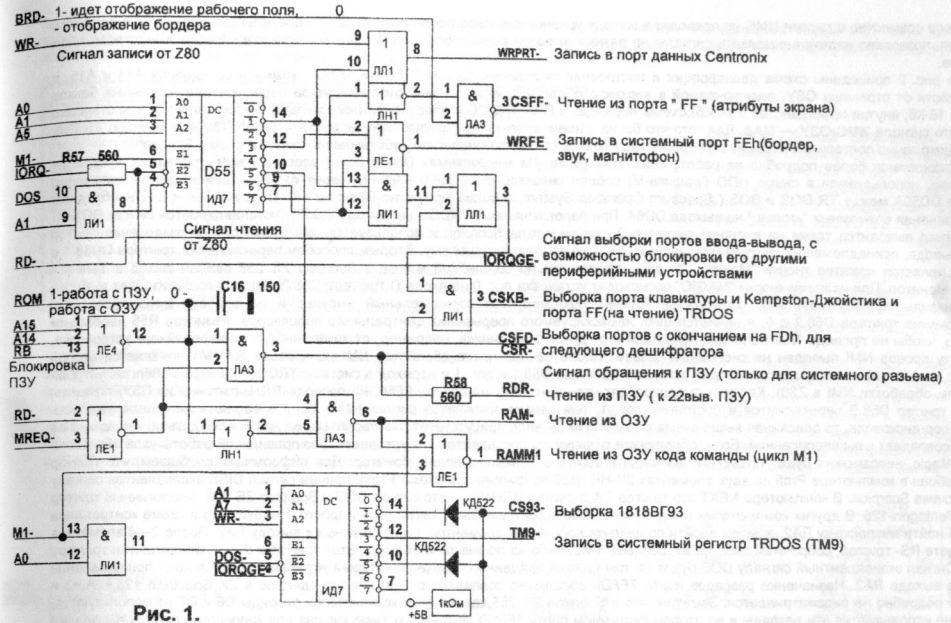

Рис. 1.
3. Порт 0FFh(255)— порт текущих атрибутов экрана. Выборка порта происходит при M1-, a0, a1, a2, a5, DOS- = лог. 1; IORQGE- = лог. 0. При чтении из порта 0FFh процессор Z80 осуществляет вывод значения атрибута того знакома, отображение которого происходит на экране дисплея в обращении к порту FFh. Если в момент чтения происходит отображение бордюра(сигнал BRD- = 0, см.рис.1), то вводится значение 0ffh. Аналогичные данные будут вводиться в МП, если будет выполнена команда чтения из любого несуществующего порта, то есть порта с таким адресом, что он не подходит ни под одну маску выбора ни на плате "Scorpion", ни на платах периферии, подключенных к Scorpion ZS 256. Если будет происходить обращение к порту ввода отсутствующему на плате Scorpion, но имеющемуся на периферийной плате, последняя выставляет уровень лог.1 на проводе IORQGE-, блокируя тем самым обращение к порту FF. Этот порт введен в плату компьютера для обеспечения более полной программной совместимости с компьютером ZX Spectrum 48.
4. Порт 0FEh (254)—
На рис. 1. приведена схема основного системного дешифратора. Он предназначен для формирования сигналов записи/чтения во все порты ввода/вывода, для формирования сигнала CSFD(выборка дешифратора портов с адресом, оканчивающимся на FD), для разделения обращений к ПЗУ и ОЗУ. Как видно из схем обращения ко всем портам ввода/вывода происходит если одновременно IORQGE- = 0 и M1- = 1, что важно для обеспечения правильной работы цикла подтверждения прерываний типа IM2. Резисторы R56 и R57 служат для обеспечения синхронной работы и в то же время разделения сигналов CSR- и RDR-(R56) и IORQ- и IORQGE-. При повторении данной схемы или доработке другой схемы до этой, следует учитывать, что для надежной работы компьютера необходимо использовать ИМС 555 или, еще лучше, 1533серии, так как они имеют невысокие входные токи по логическим входам. Использование
На материнской плате сигнал IORQGE- формируется из IORQ- (так показано на рис.1) Если вы подключаете какое-либо периферийное устройство, не имеющее механизма блокировки по проводу IORQGE-, то при выполнении операции ввода данных из портов вашего периферийного устройства, будет возникать конфликт между портом FFH (атрибуты экрана) и выбираемым портом на вашем периферийном устройстве.